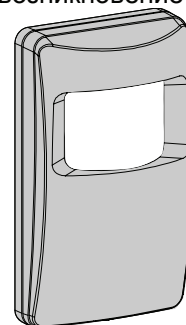

Рисунок 1. Внешний вид
1. Выверните винт крепления внизу (см. Рисунок 1) и снимите крышку.